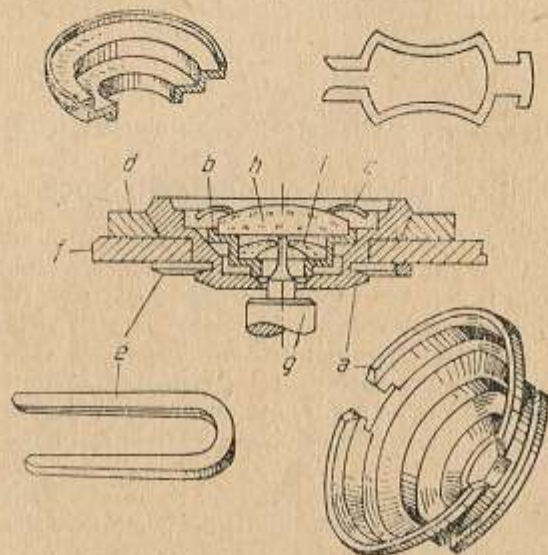

Fig. 170. Amortizator cu ghidaje conice:
În fig. 170 și 171 este arătat un amortizator care se întrebunțează la ceasornicele de mîină de fabricație sovietică și piesele lui.
5. arc elastic ridicat în sus apasă piatra de capăt *h* și, în același timp, șatonul (fig. 170);